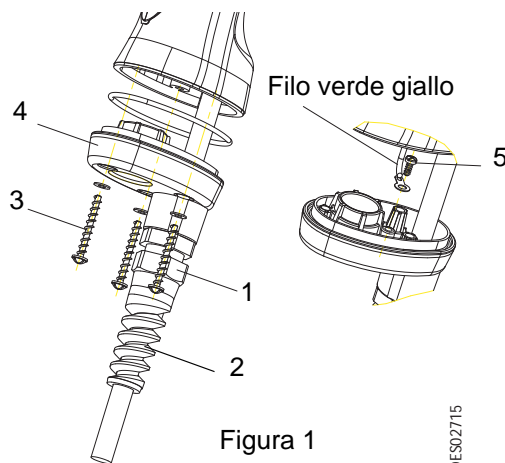

Figura 1
- **Tappa 7:** Fissare il filo verde e giallo (num. 4 figura 1) alla piastrina di base del calcio.
- **Tappa 8:** Rimontare la piastrina di base (num.3 figura 1), stringere nuovamente il premistoppa con una coppia di serraggio da 3,5 N.m, il serracavo deve essere previamente staccato dal premistoppa. Avvitare quindi il serracavo al premistoppa.